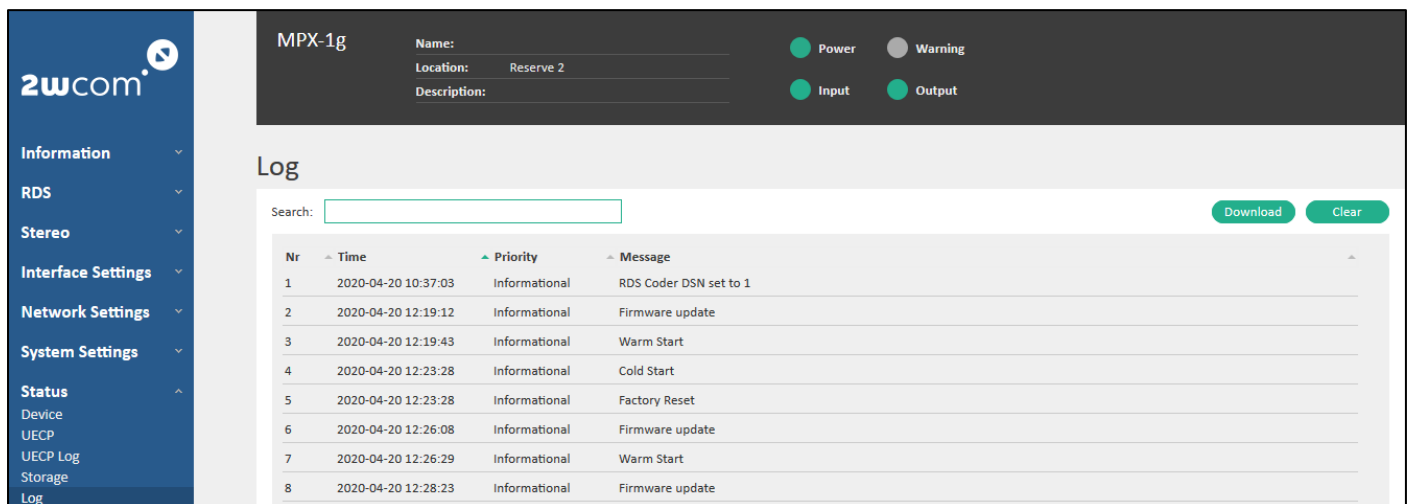

Abbildung 53: Logbuch – Übersicht über Prozesse und Warnungen
1. Öffnen Sie das Fenster „Log“ unter **Status→Log** (s. Abbildung 53).